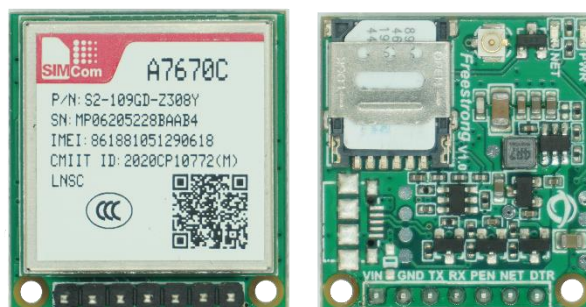

图 1.2.1.1 示例图
1. 焊接上排针（核心板出厂默认不焊排针）并插入相应的 SIM 卡，如图 1.2.1.1 所示：